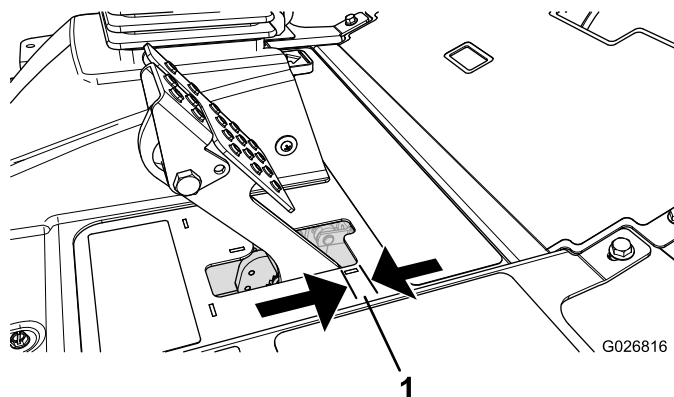

Figura 62
Ajuste os travões se o pedal do travão apresentar uma folga superior a 2,5 cm (Figura 62) ou quando os travões não funcionarem de forma eficaz. Folga é a distância percorrida pelo pedal antes de se verificar qualquer resistência ao movimento.
2. Aperte a porca traseira para deslocar o cabo para trás até que os pedais dos travões apresentem uma folga de 6 a 13 mm (Figura 62) antes de alcançar o bloqueio.